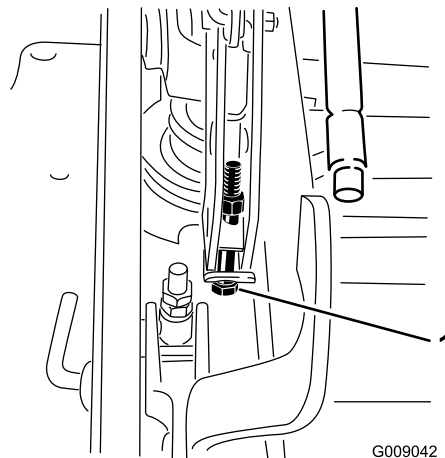

**Figure 83**
13. Si les 4 dispositifs de réglage du plateau n'offrent pas une capacité de réglage suffisante pour obtenir la hauteur de coupe précise avec le râtelier souhaité, vous pouvez ajuster le système monopoint (Figure 83).
14. Pour ajuster le système monopoint, commencez par desserrer les boulons de fixation des plaques de hauteur de coupe avant et arrière (Figure 83).
16. Serrez les 2 boulons au bas de la plaque de hauteur de coupe (Figure 83).